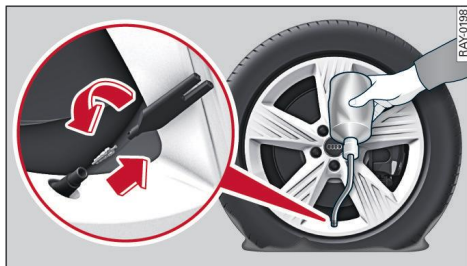

Fig. 193 Neumáticos: Llenar el neumático
- ▶ Retire la caperuza de la válvula del neumático y desenrosque el obús de la válvula con el útil que se suministra ⇒ *fig. 193*.